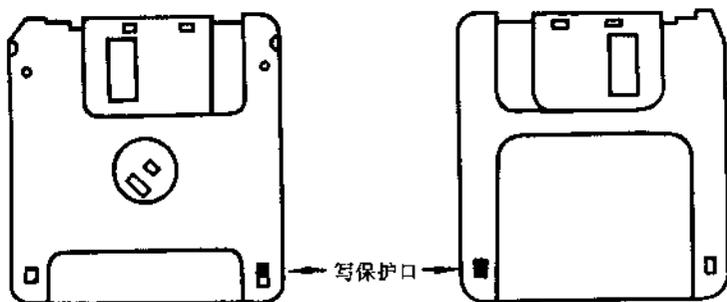

图 1-4 3.5 英寸软盘示意图
3.5 英寸软盘与 5.25 英寸软盘有所不同(图 1-4)，磁盘基片全部被封装在硬塑料外壳内，读写窗上有一个金属盖。只要当盘片插入驱动器以后，金属盖会自动左移，使磁盘基片裸露在外，以供磁头读写。只有推上缺口边的塑料小门，堵住缺口，主机才能对磁盘执行写操作。因此对于存放重要数据并且不需要添加或修改内容的盘片，应该打开塑料小门，对盘片实施写保护。